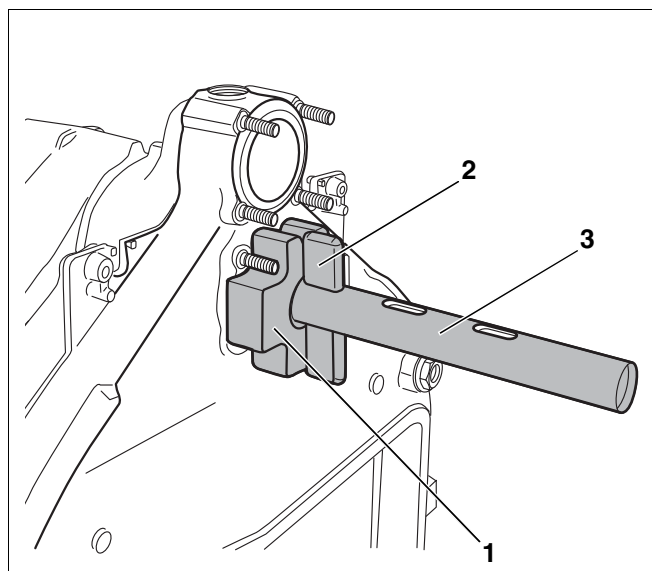

Рис. 15 Стяжной инструмент котла на задней секции
- На задней стороне котла надеть контрфланцы (рис. 15, **поз. 1**) на обе стягивающие штанги (рис. 15, **поз. 3**) и зафиксировать с помощью клина (рис. 15, **поз. 2**) или цилиндрического штифта (у стяжного инструмента 2.2).